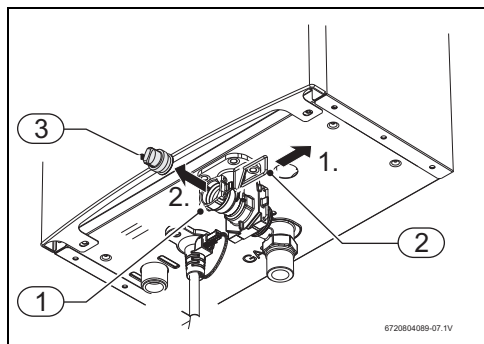

Fig. 8 Parafuso de purga
- ▶ O aparelho não deverá ser instalado em locais cuja temperatura ambiente possa ser inferior a 0 °C. Caso exista o risco de congelamento, desligar e purgar o aparelho (→ Fig. 8).